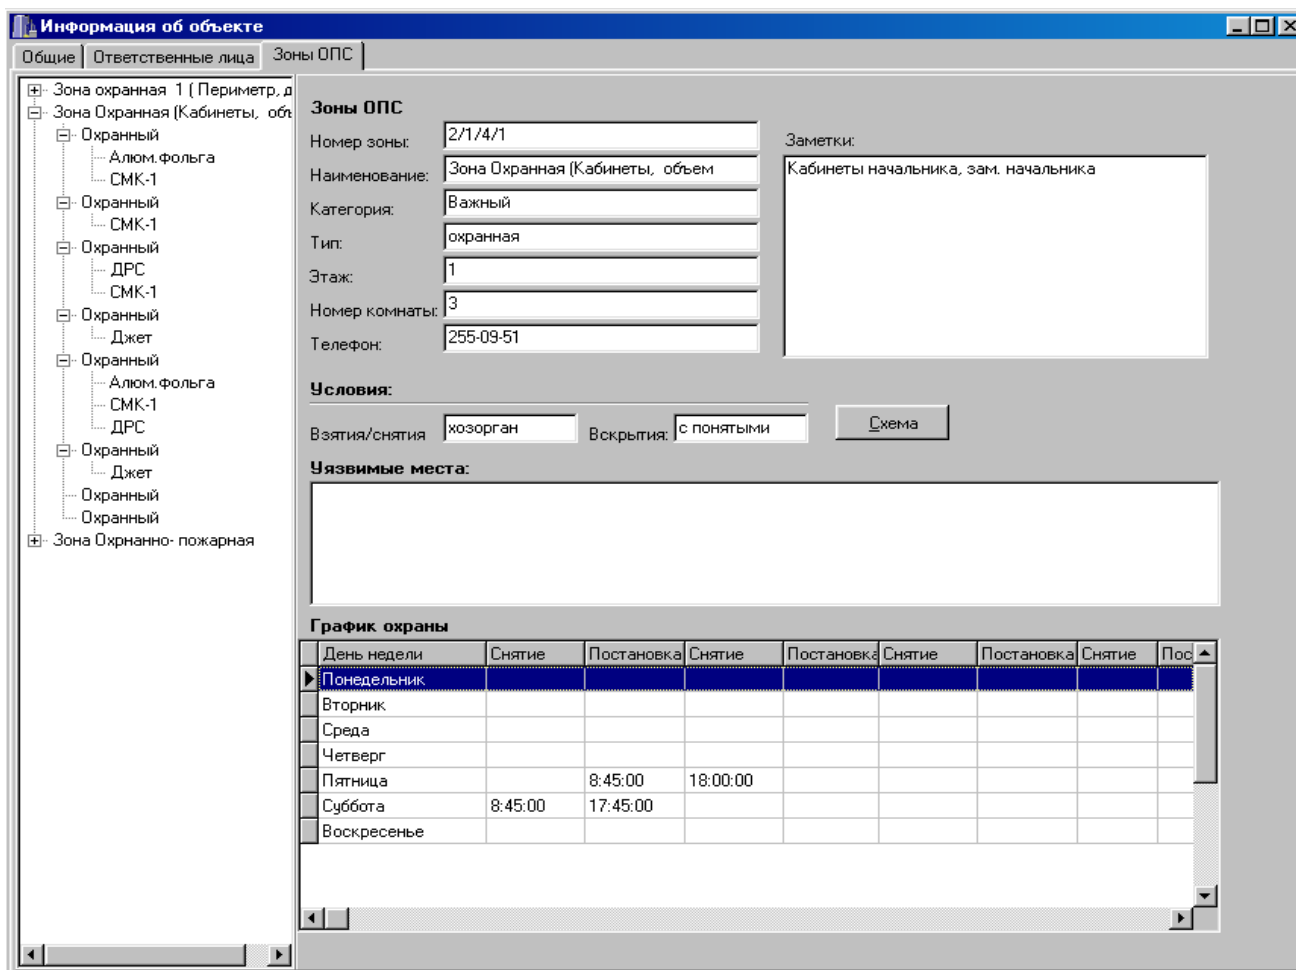

Рисунок 92
5.6.3 На закладке карточки объекта «**Зоны ОПС**» (рисунок 92) расположены следующие поля: